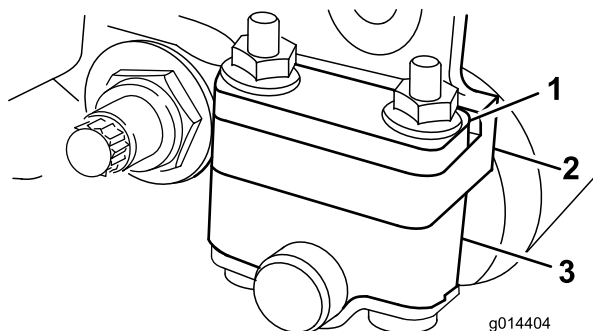
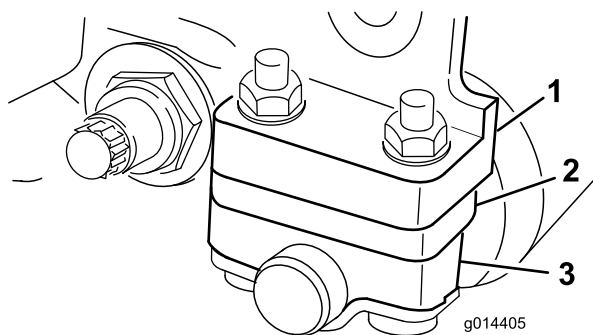

Figure 3
Figure 4
1. Réglez les supports du rouleau arrière à la position supérieure ou inférieure selon la gamme de hauteur de coupe voulue (Figure 3 et Figure 4).
- Placez l'entretoise au-dessus de la bride de fixation de la plaque latérale (réglage d'usine) lorsque les hauteurs de coupe sont comprises entre 1,6 et 6,4 mm (Figure 3).
- Placez l'entretoise en-dessous de la bride de fixation de la plaque latérale lorsque les hauteurs de coupe sont comprises entre 3 et 25 mm (Figure 4).